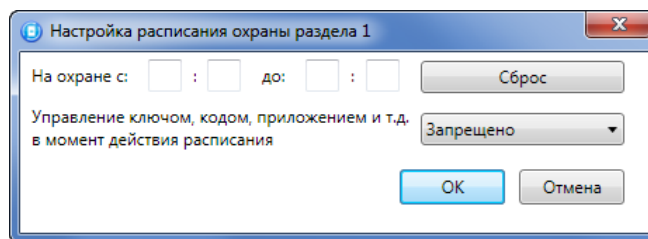

Рисунок 4.30 – Настройка расписания охраны раздела
**Расписание:** позволяет установить интервал времени, в течение которого раздел должен находиться на охране (возможно задать не только интервал времени, но и указать только начало периода или только его конец). Персоналу объекта может быть как предоставлена возможность управлять режимом охраны раздела вручную в период действия расписания, так и запрещены любые изменения режима охраны раздела (см. рисунок 4.30).